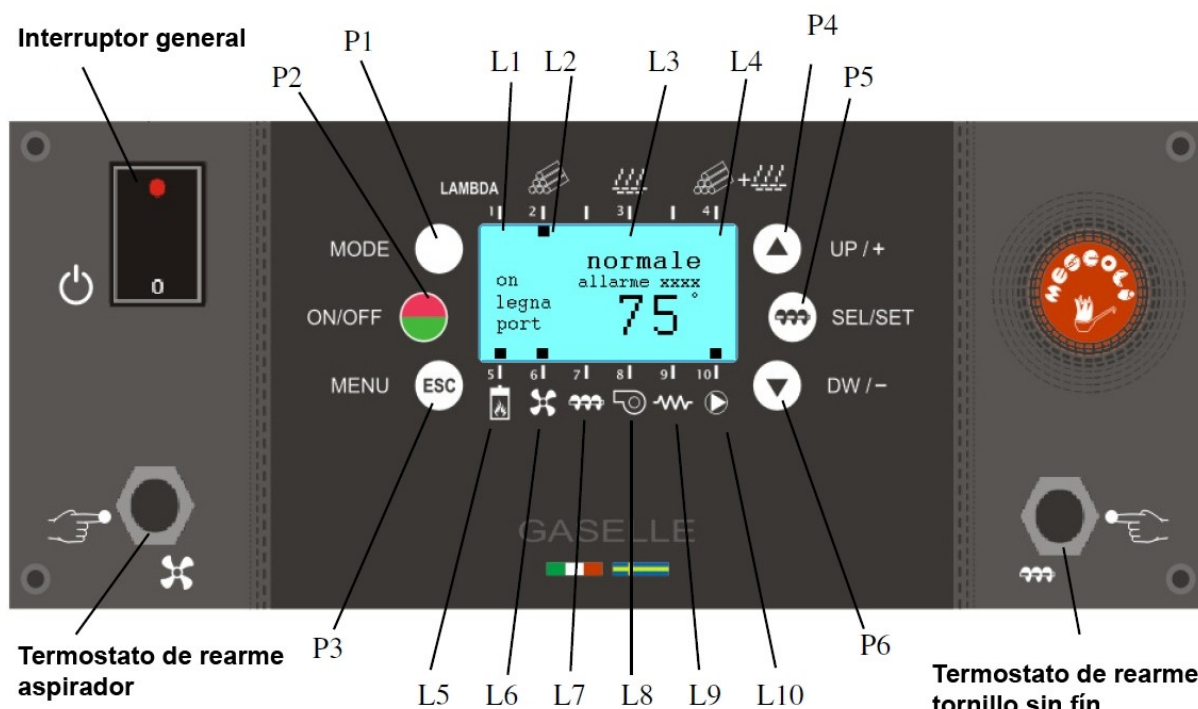

fig. 3.1.1
3.1 Panel de control (fig.3.1.1)
(fig.3.1.1)